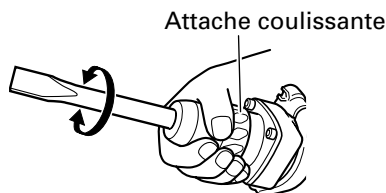
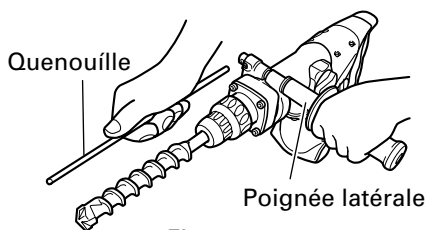

Fig. 9
Fig. 10
- (c) Tourner l'attache coulissante comme indiqué à la Fig. 9 et fixer dans le sens de travail voulu.
- (d) Commuter le sélecteur sur "frappe" en procédant comme indiqué au point (1) ci-dessus et fixer la position de l'outil.
5. Installer la quenouille (Fig. 10)